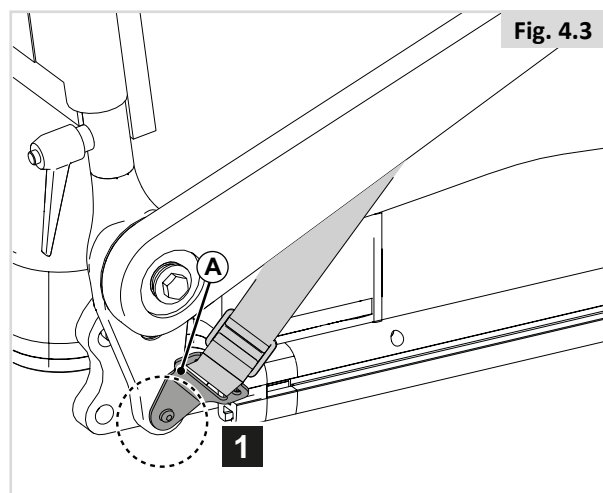

Fig. 4.3
1. Bevestig (A) aan het frame van de zitting met een schroef aan de linker- en rechterkant. (Fig. 4.3)